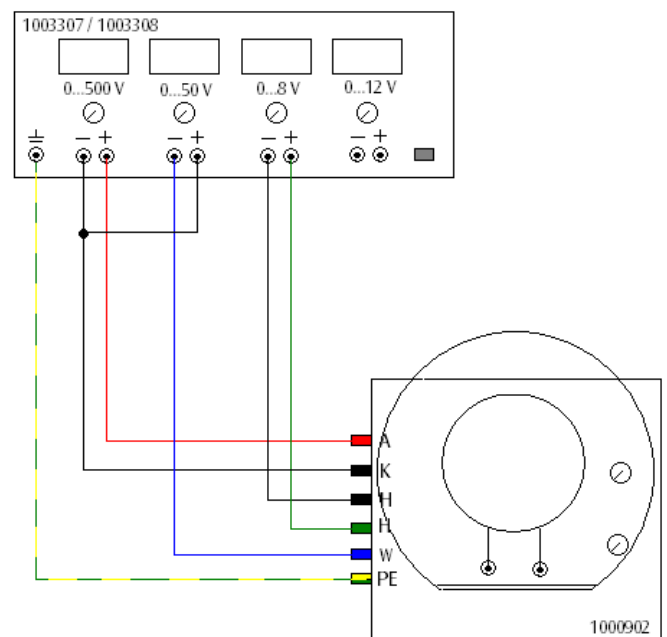

Fig. 3: Conexión del osciloscopio didáctico a la fuente de alimentación.
- Se conectan las entradas del osciloscopio didáctico con las salidas de la fuente de alimentación de red, de acuerdo con las tensiones indicadas (Fig. 3).